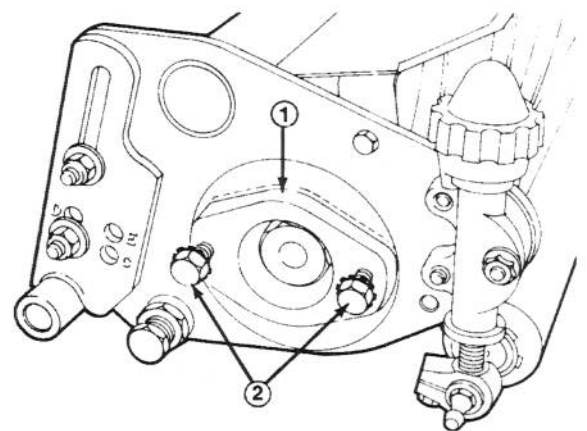

Figure 18
3. Retirez les boulons de fixation du boîtier du roulement aux deux extrémités du module de coupe (Fig.18).